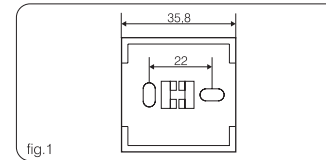

fig.1
- en pared con caja plástica (fig. 1) y tapa cubreterminales provistas en el equipamiento base.